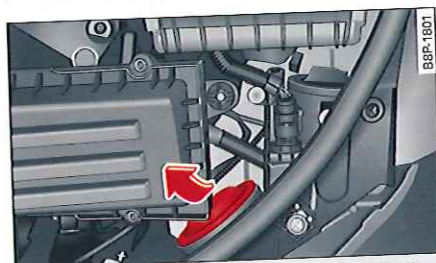

Fig. 213 Compartiment-moteur : retrait du couvercle du boîtier (feu de route côté gauche)
- ▶ Ôtez le capuchon en caoutchouc ⇒ fig. 213.